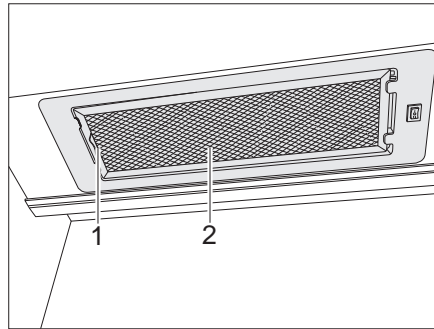

Bild 157 Dunstabzug
- Den Hebel (Bild 157,1) nach innen drücken.
- Den Filter (Bild 157,2) nach unten entfernen.